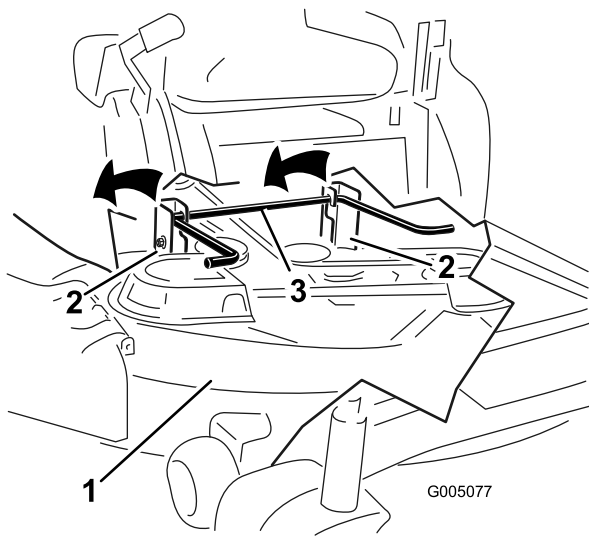

Figure 59
6. Soulevez et enlevez le tablier de coupe et les supports de la tige de levage arrière et abaissez la tondeuse au sol avec précaution (Figure 59).
- Soulevez l'arrière du tablier de coupe et guidez les supports sur la tige de levage arrière (Figure 59).